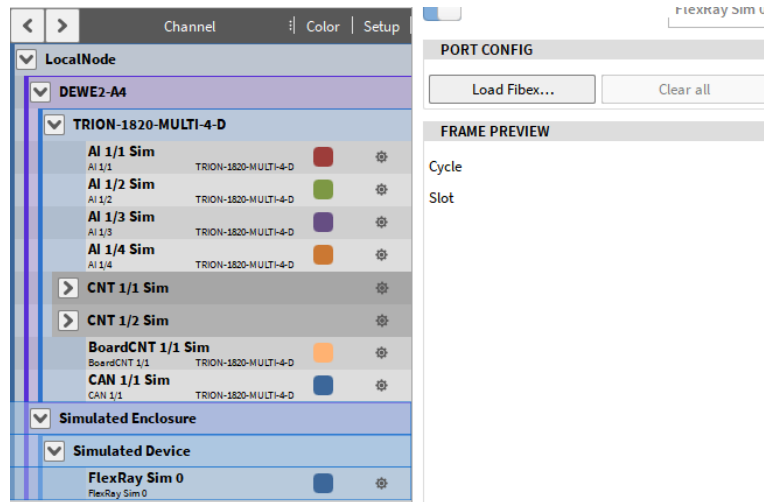

Abb. 4.59: FlexRay-Kanaleinstellungen
- Klicken Sie auf das Zahnrad und öffnen Sie die Kanaleinstellungen (blau markiert in Abb. 4.58). Das entsprechende fibex-File kann durch einen Klick auf *Load Fibex...* ausgewählt werden (siehe Abb. 4.59).
- Weitere Kanäle können später einfach durch erneutes Laden des fibex-Files ausgewählt und hinzugefügt werden. Der *Clear all* Button (siehe Abb. 4.59) löscht die aktuelle Kanalauswahl.